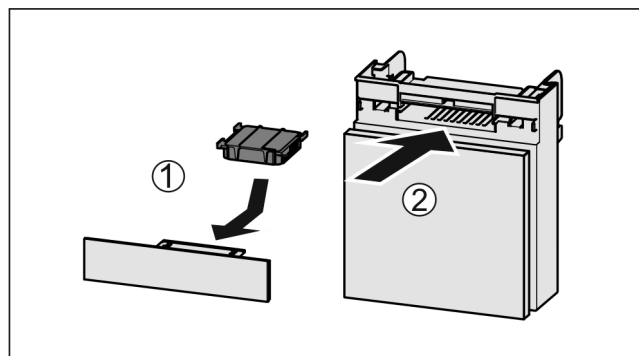

Fig. 43
- ▶ Actiefkoolfilter overeenkomstig afbeelding aanbrengen Fig. 43 (1).
- ▶ Lade erin schuiven Fig. 43 (2).